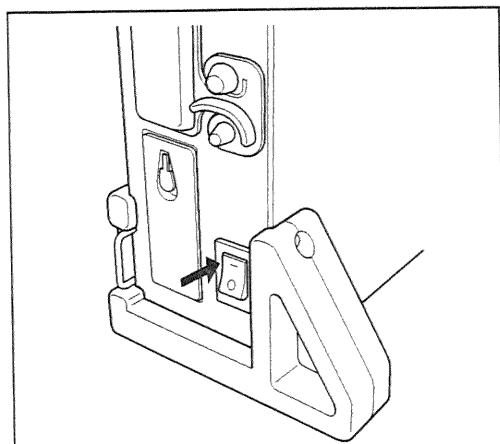

図 3.18
1. MX 本体の電源スイッチの「|」側を押し、パネルの「POWER」が点灯し、電源が入ることを確認します（図 3.18 参照）。